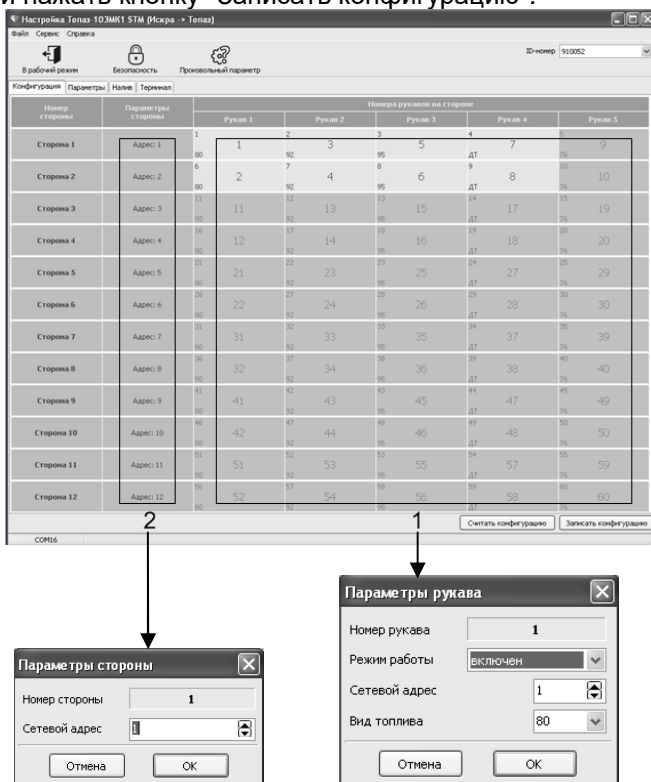

Рисунок 4
6.6 Для настройки параметров рукава сделать двойной клик левой кнопкой мыши по адресу требуемого рукава (рисунок 4, область № 1).